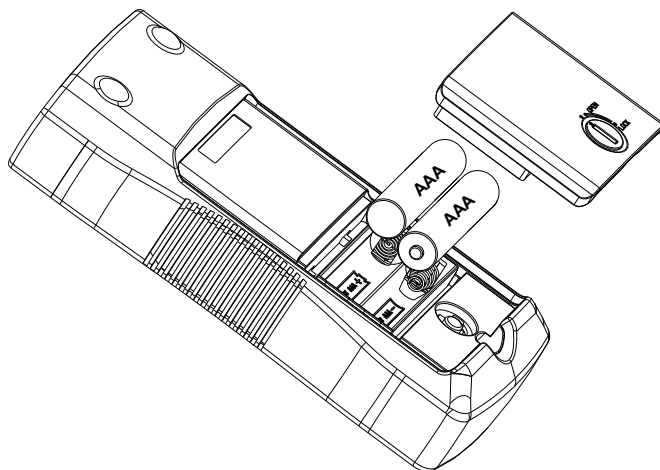

Figure 5.2 : Remplacement des piles de l'émetteur
4. Remplacez la pile comme indiqué en Figure 5.2. Suivez les polarités affichées dans le compartiment de la pile.